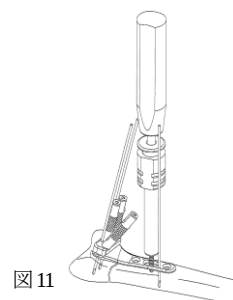

図11
- 11) 2.7スクリューホルダーの後端からヘクスローブ10ドライバーの軸を奥まで差し込みます。先端六角が少し突出した状態になるので、そこへ選択した長さの2.7コーティカルスクリューを、組み付けます。スクリューホルダーの外筒を先端側へ少し戻し、スクリューヘッドを完全にホルドします。（図11）